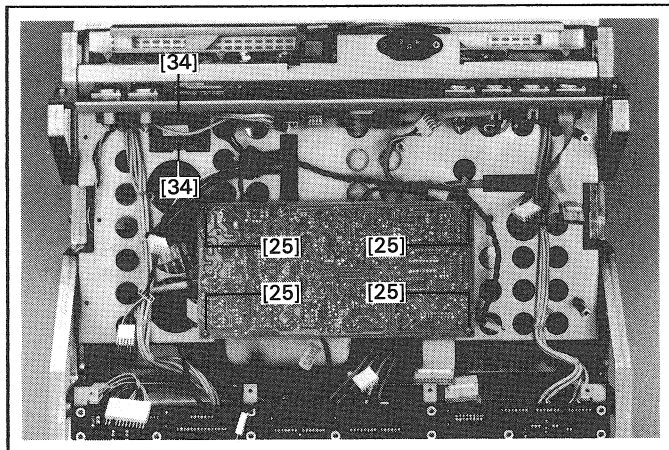

Fig. 12
- Retirer les 2 vis cruciformes [34] (fig. 12) du TACHO BOARD ainsi que la fiche de câble. Sortir la platine.